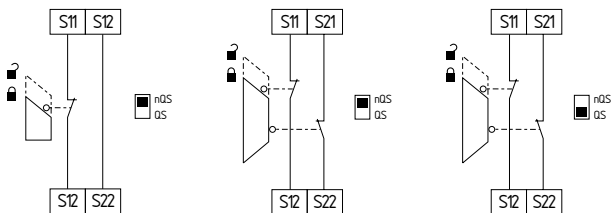

Fig. 10 Fig. 11 Fig. 12
**Circuito de monitorização de porta de proteção de canal único com dispositivos de encravamento conforme EN ISO 14119 (ver Fig. 10)**